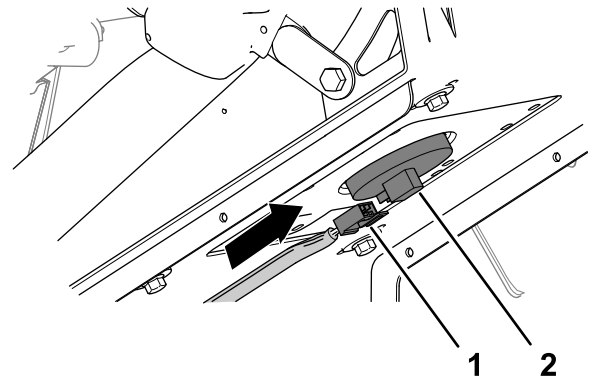

Bild 225
6. Stecken Sie den 2-Buchsen-Stecker des Maschinenkabelbaums in den Stecker für den Sitzschalter, bis die Stecker einrasten (Bild 225).